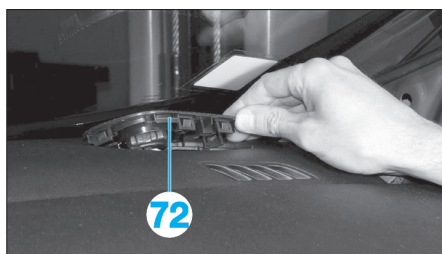

Fig. 40
- Dégraffer le tweeter (72), débrancher son connecteur puis le déposer (effectuer la même chose de l'autre côté) (Fig.40).